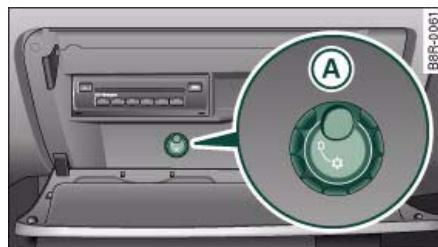

Fig. 76 Guantera con minibar abierto y conectado
- Gire el mando **(A)** en el sentido contrario al de las agujas del reloj si desea conectar la refrigeración. Los símbolos correspondientes del mando giratorio ⇒ fig. 76 se deben iluminar.